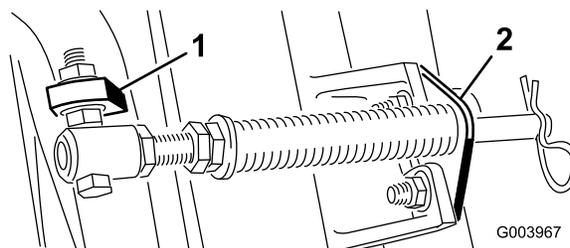

Рисунок 6
- С. Установите болт трубки пружины на противоположный выступ несущей рамы и закрепите фланцевой гайкой. Головку болта следует расположить по направлению к наружной стороне выступа, как показано на Рисунок 6.
- Д. Присоедините кронштейн штока к выступам режущих блоков с помощью каретных болтов и гаек (Рисунок 6).